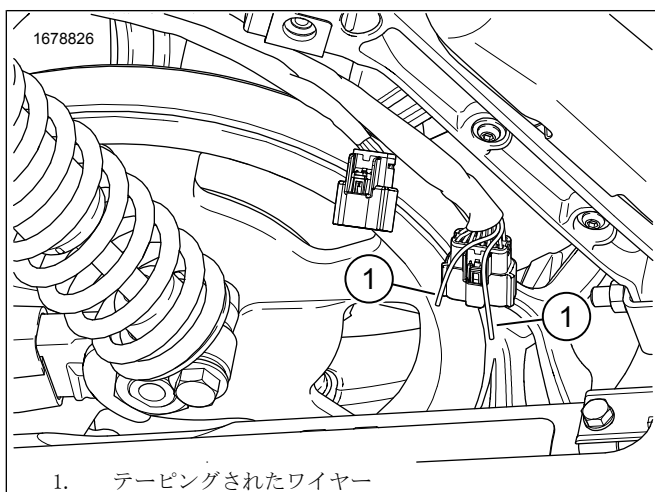

図2。サドルバッグワイヤー
2. 標準装備 (OE) 16ウェイコネクタ[C288B\_1]の図2を参照してください。位置を確認します。